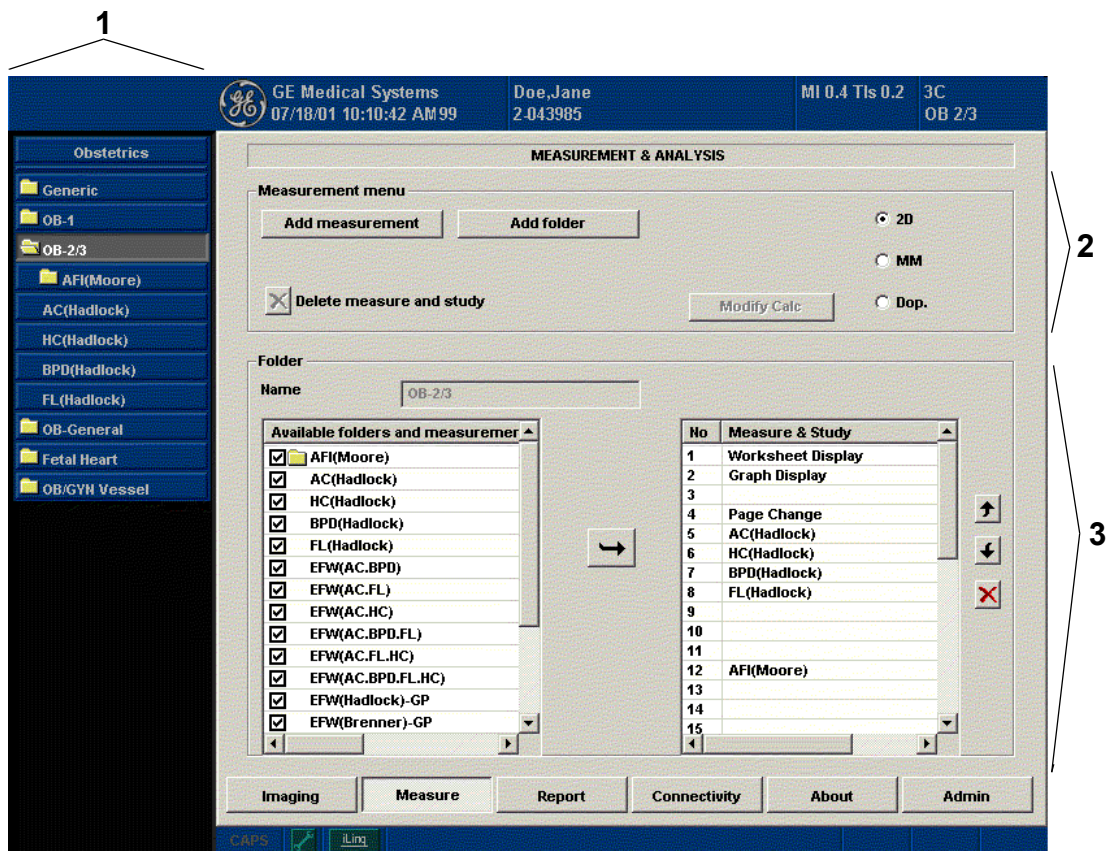

Рис. 7-4. Экран Measurement & Analysis (Измерение и анализ)
3. Переместите курсор **Трекбола** на кнопку Measure (Измерение) в нижней части экрана и нажмите клавишу **Set (Установка)**. Система отобразит экран Measurement & Analysis (Измерение и анализ). См. Рис. 7-4.